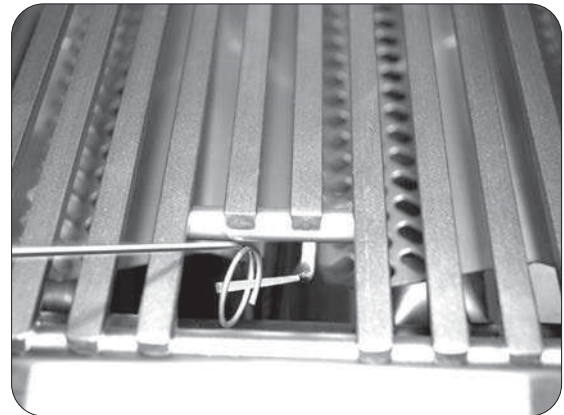

Fig. 24-2 - Éclairage manuel
2. Insérez un allumeur brûlant de butane de long-baril, une allumette brûlante de long-tige, ou une allumette brûlante tenue par un support de prolongation de fil par la grille à cuire s'ouvrant au dessus du brûleur (fig. 24-2).
4. Si le brûleur ne se allume pas dans les cinq (5) secondes de tourner le bouton de commande, enfoncez immédiatement le bouton et tournez la valve à **AU LOIN**. ATTENDEZ CINQ (5) MINUTES avant de répéter les étapes 2 à 4 des instructions manuelles d'éclairage.